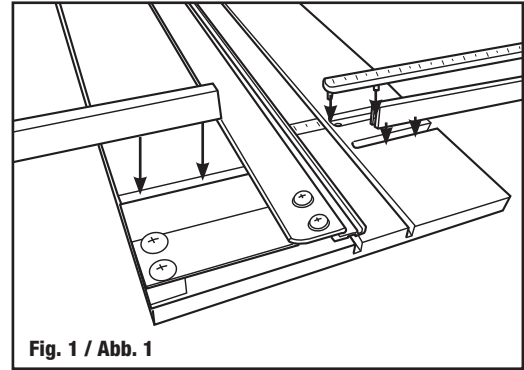

Fig. 1 / Abb. 1
1. Alinear los pinchos en la parte trasera de la barra de medir encima de la tabla de corte y encajar la barra a presión **(Fig. 1)**.
2. Alinear las barras de escuadra encima de los canales en la tabla y encajarlas a presión. Deslizar la barra más larga por debajo del carril de guía contra el final del canal **(Fig. 1)**.
1. Pins in der Unterseite des Messbalkens über den Löchern der Grundplatte ausrichten und hineinpressen **(Abb. 1)**.
2. Anschlagbalken über den vorgesehenen Rillen ausrichten und hineinpressen. Längeren Balken unter der Führungsschiene bis zum Ende der Rille schieben **(Abb. 1)**.